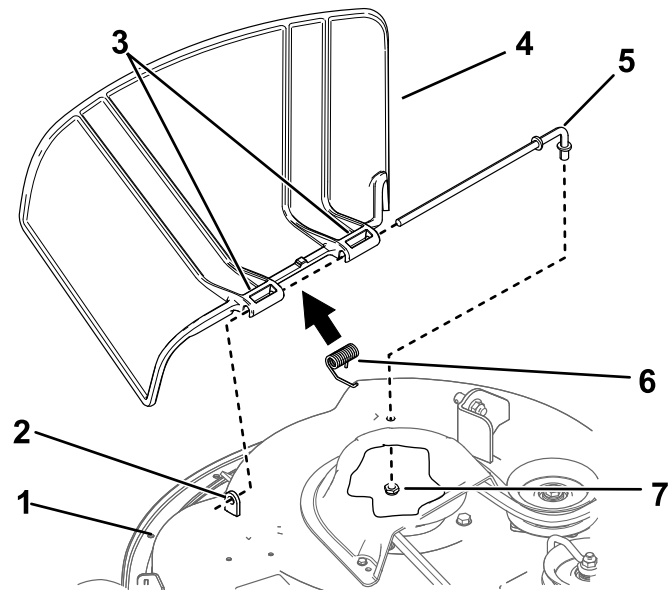

Figura 69
1. Retire la tuerca ($\frac{3}{8}$ " de la varilla (debajo del cortacésped) (Figura 69).
2. Retire la varilla del espaciador corto, del muelle y del pivote de hierba (Figura 69).
4. Instale el deflector de hierba nuevo (Figura 69).
7. Deslice la varilla por el segundo soporte del deflector de hierba (Figura 69).
9. Sujete el extremo trasero de la varilla al cortacésped con una tuerca ($\frac{3}{8}$ "), según se muestra en Figura 69.